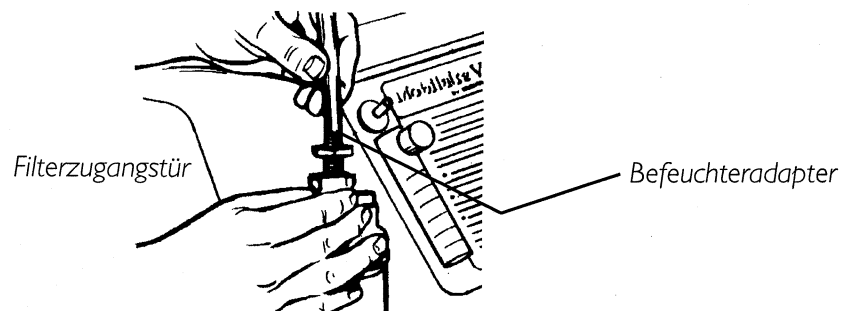

ABBILDUNG 4 - ANBRINGEN DES BEFEUCHTERADAPTERS
3. Entfernen Sie die Filterzugangstür, die sich an der Seite des Konzentrators befindet. Stecken Sie einen Schraubenzieher in die Plattenrinne am oberen Rand der Filterzugangstür und stemmen Sie die Filterzugangstür vorsichtig auf (**ABBILDUNG 4, DETAIL "A"**).
4. Der Befeuchteradapter befindet sich neben dem Einlassfilter. Ziehen Sie den Befeuchteradapter nach oben und entnehmen Sie ihn (**ABBILDUNG 4, DETAIL "B"**).
5. Bringen Sie ihn am Befeuchter an, indem Sie die Flügelmutter an der Luftbefeuchterflasche entgegengesetzt dem Uhrzeigersinn drehen, bis sie fest angezogen ist (**ABBILDUNG 4, DETAIL "C"**).